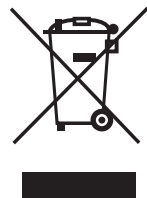

Rys. 7
2. Odkręcić szklaną obudowę w kierunku przeciwnym do kierunku ruchu wskazówek zegara zgodnie z Rys. 7 i zastąpić żarówkę nową tego samego typu i o tych samych wartościach.